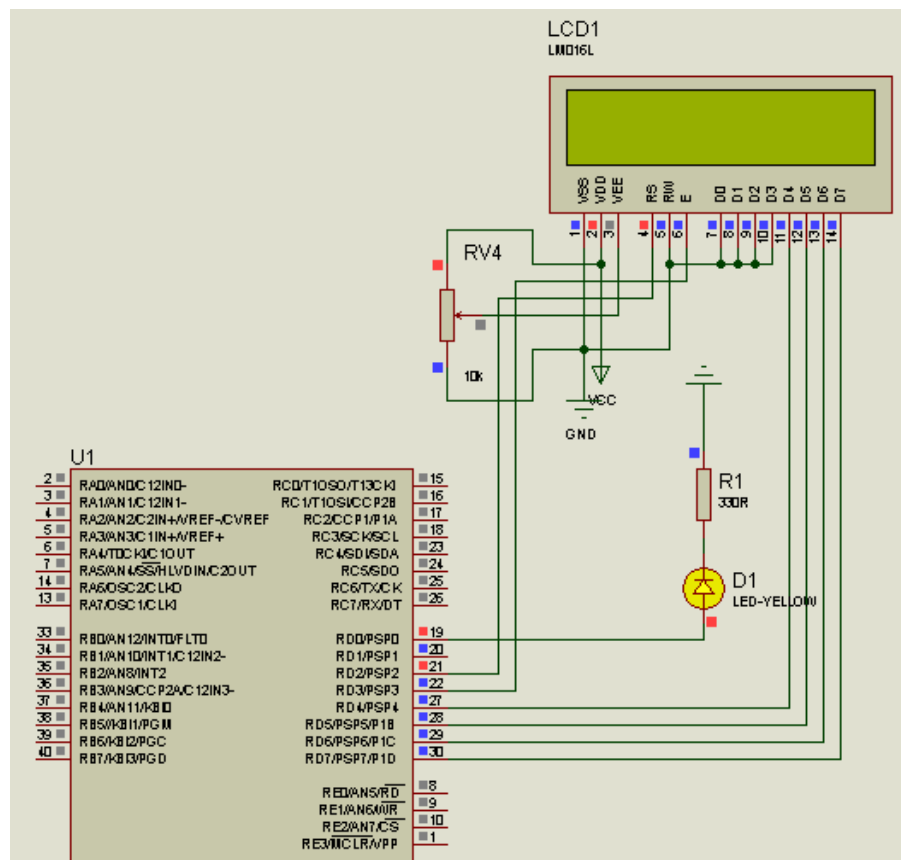

Figura 4: LED piscando e uso do LCD
4. Na Figura 4 o comportamento esperado é uma mensagem de “Display LCD!” na primeira linha do display e uma contagem crescente na segunda linha; e um LED piscando no pino RD0 da Porta D. No entanto, o comportamento verificado é o LED piscando e nenhuma mensagem no LCD.